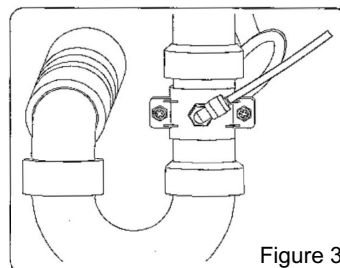

Figure 3
1. Nehmen Sie den 1/4"-Schlauch aus dem Zubehörbeutel, schneiden Sie ihn auf die richtige Länge zu, befestigen Sie ein Ende am "Abfluss"-Anschluss des RO-Moduls und das andere Ende an der Abflussleitung (Abbildung 3). Vergewissern Sie sich, dass die Schläuche vollständig eingesteckt sind.